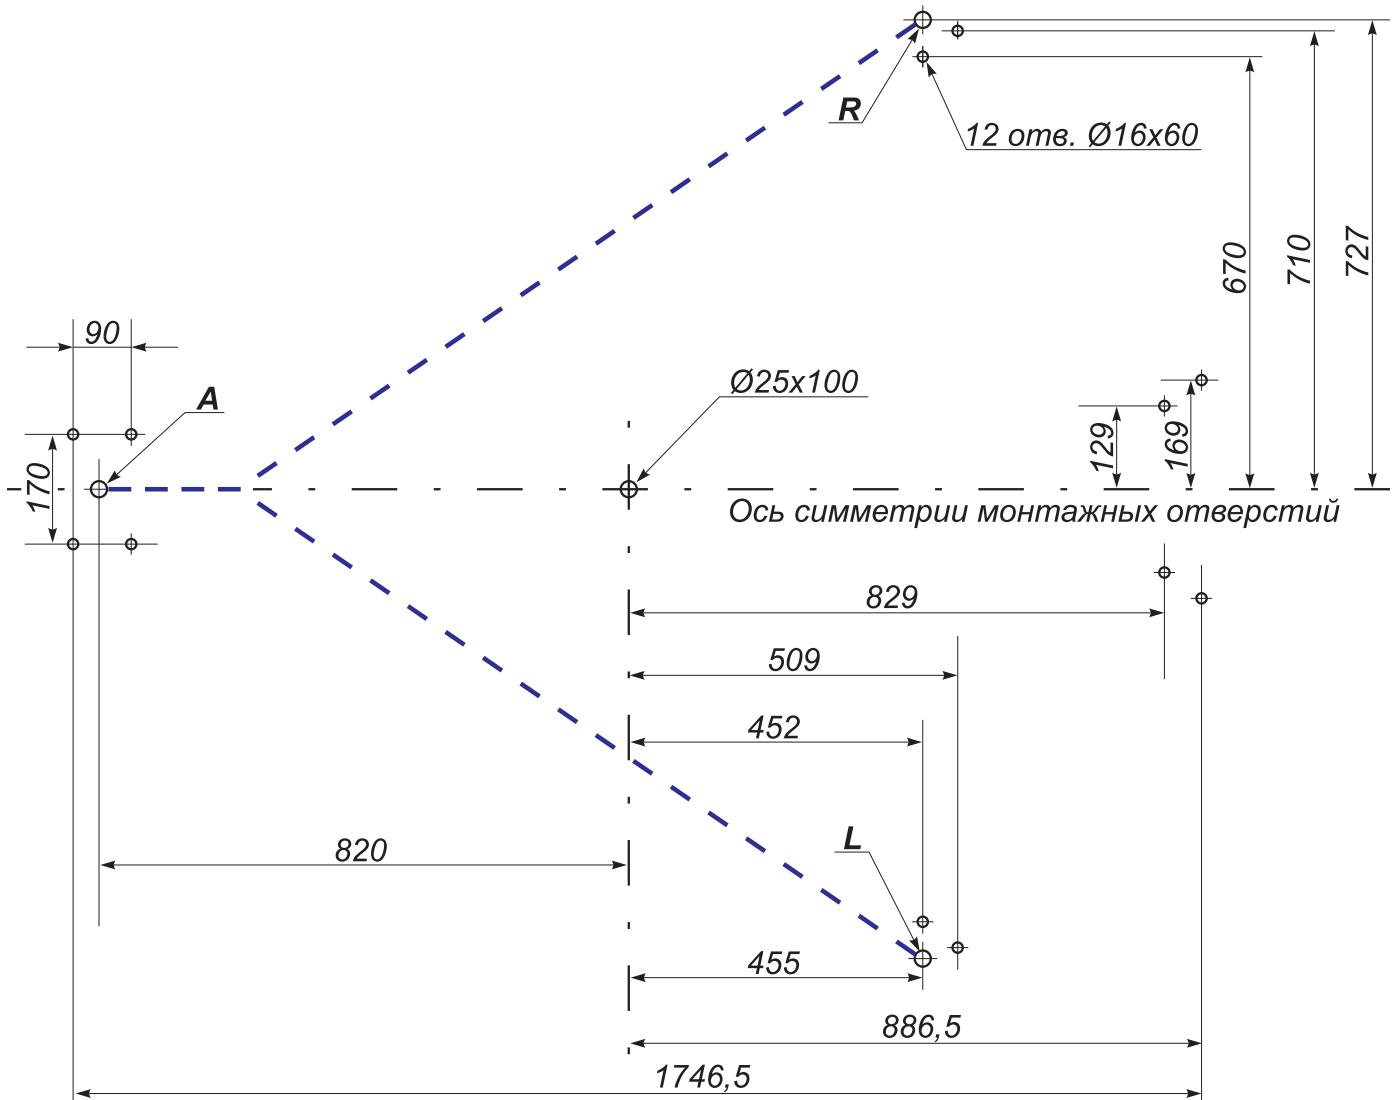

Рисунок 8 – Схема разметки для установки турникета:
8.2.6 Установите левую секцию формирователя прохода (6) таким образом, чтобы опорная стойка секции с блоком индикации (9) располагалась над зоной *L* (рисунок 8). Совместите четыре отверстия во фланцах (8) секции с отверстиями в установочной поверхности. Закрепите секцию с помощью анкерных болтов, при этом усилие затяжки болтов должно быть предварительным, обеспечивающим возможность регулировки отклонения секции от вертикали. Подведите кабель индикации (10) и кабель считывателя (23)* по кабельному каналу к зоне *A*.
8.2.7 Установите и закрепите правую секцию формирователя прохода (7) таким образом, чтобы опорная стойка секции с блоком индикации располагалась над зоной *R* (рисунок 8). Подведите кабель индикации (11) и кабель считывателя (24)* по кабельному каналу к зоне *A*.
8.2.10 Установите преграждающую стойку фланцем (4) на зону А, а нижний узел вращения (5) — на отверстие с анкером Ø25 мм (рисунок 8). Совместите четыре отверстия во фланце и одно отверстие в центре нижнего узла вращения с отверстиями в установочной поверхности. Закрепите преграждающую стойку с помощью анкерных болтов, при этом усилие затяжки болтов должно быть предварительным, обеспечивающим возможность регулировки её отклонения от вертикали.
8.2.22 Установите собранный ротор (1) (п. 8.2.18) с небольшим наклоном нижним концом в нижний узел вращения (5) в исходное положение, соответствующее выбранному варианту перекрытия створками зоны прохода в исходном состоянии турникета (А или Б, см. п. 5.2.12).
Для обеспечения возможности работы турникета в **бесшлюзовых режимах** (**вариант А** исходного состояния турникета) перекройте зону прохода **одной** створкой, расположив её параллельно оси симметрии монтажных отверстий (рис. 8) в направлении к стыку секций (6) и (7) формирователя прохода (рис. 1 и 12, а).